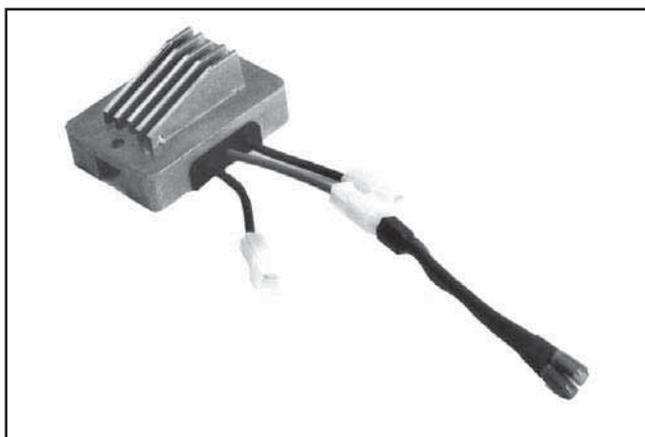

Figure 8-30.
1. Connecter l'extrémité simple carrée du conducteur tandem de l'adaptateur à la borne B+ (centrale/rouge) du redresseur-régulateur soumis à l'essai. Voir la Figure 8-30.